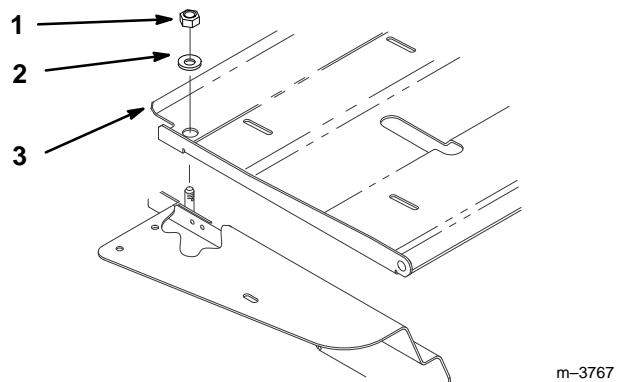

Figure 10
- Pour régler la position, retirer l'écrou et la rondelle, et basculer le siège vers l'avant (Fig. 10).
- Redescendre le siège et l'attacher à l'aide de la rondelle et de l'écrou (Fig. 10).